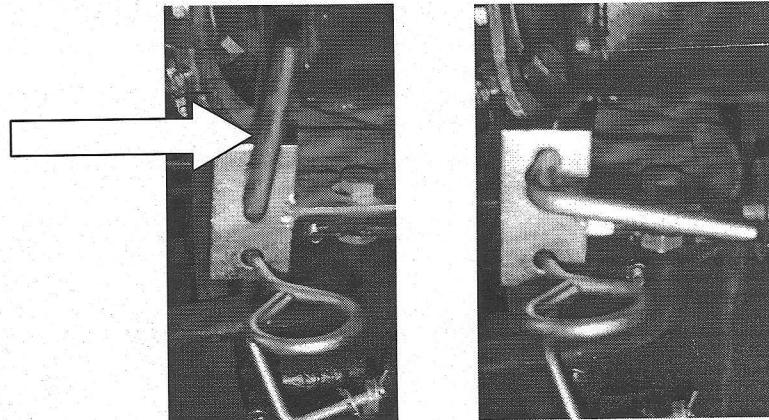

Рис.4. Рычаг декомпрессора
- 3.) Откройте клапана двигателя, повернув рычаг декомпрессора на 90° по часовой стрелки (рис.4). Держите его левой рукой.
- 4.) Для экстренной остановки двигателя в любой момент крайней опасности, необходимо повернуть рычаг декомпрессора по часовой стрелки на 90° (рис.4). Применяется только в экстренном случае.